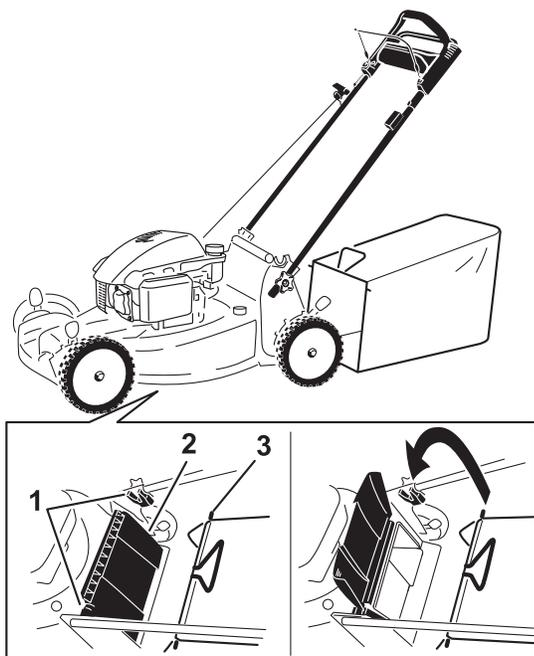

Figure 20
1. Soulevez le déflecteur arrière et gardez-le dans cette position (Figure 20).
2. Montez le bac à herbe en veillant à placer les ergots dans les crans du guidon (Figure 20).